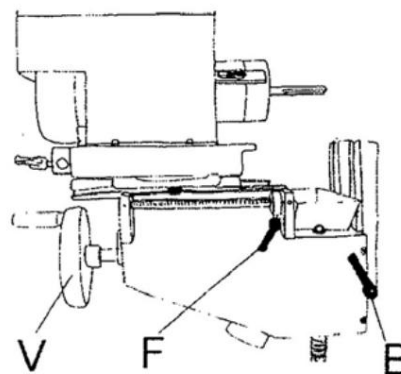

Fig. 16: Volante y empuñadura para ajuste de altura LLB 30
Paso 1: Afloje la palanca tensora (B.Fig.16) para el ajuste de altura.
Paso 2: establezca la altura deseada usando el volante (V.Fig.16) y lea el valor en la báscula.
Apriete nuevamente la palanca de sujeción (B.Fig.16).
La restricción del recorrido longitudinal "F" en la Fig. 16 permite restringir el recorrido para obtener la profundidad exacta del agujero.
Paso 3: Taladre el cabezal utilizando el volante (Pos.V, Fig. 16) a la altura deseada.